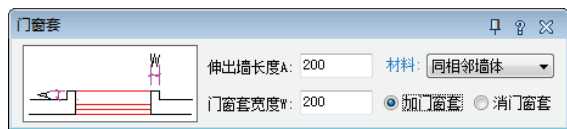

图 5-57 “门窗套”对话框
2) 调用“MCT”命令，系统弹出“门窗套”对话框，设置参数如图 5-57 所示。